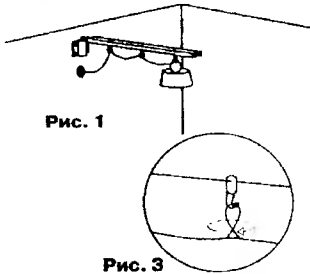

Рис. 1
1. Направляющие рельсы от карнизов для штор - удобная опора для передвижной лампы в гараже или мастерской. Прикрепите рельс к стене на шарнирном кронштейне. Лампу и электрошнур повесьте на крючки, которые будут скользить по направляющей (рис. 1).